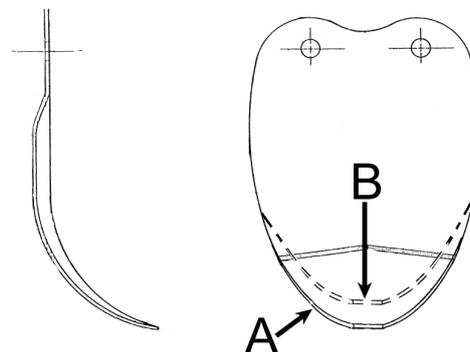

Figure 15-1
Etat des lames de la fraise (SF600) (figure 15-1)
- Vérifiez que les lames, les boulons de fixation et les goupilles soient en place et en bon état, échangez les pièces si elles sont abîmées ou si la lame est usée de plus de 20 mm (figure 15-1, repère B) par rapport à une lame neuve (figure 15-1, repère A)